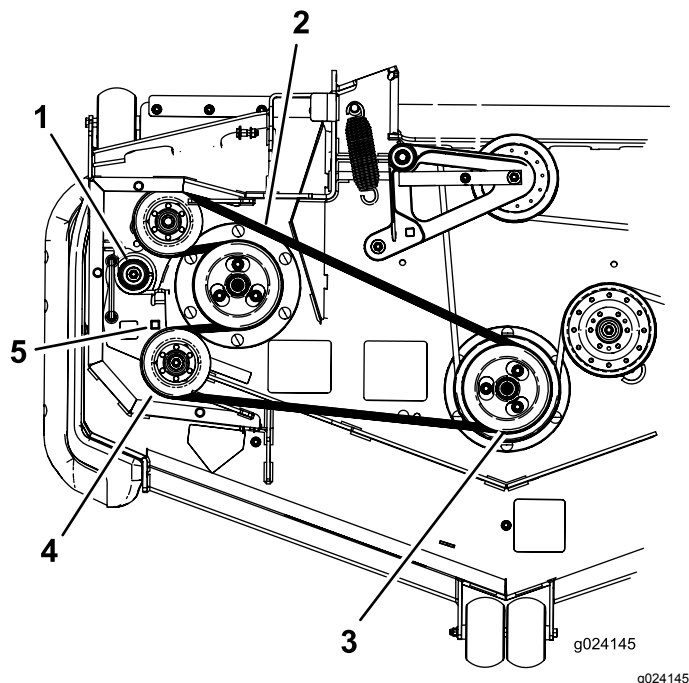

Figura 96
8. Retire la correa de la polea de la carcasa de corte (Figura 96).
9. Retire la correa de las poleas restantes (Figura 96).
11. Utilizando la llave de carraca en el taladro cuadrado, alivie la tensión del muelle y coloque la correa nueva alrededor de la polea tensora (Figura 96).
7. Utilice una llave de carraca en el taladro cuadrado del brazo tensor para aliviar la tensión del muelle tensor (Figura 96).